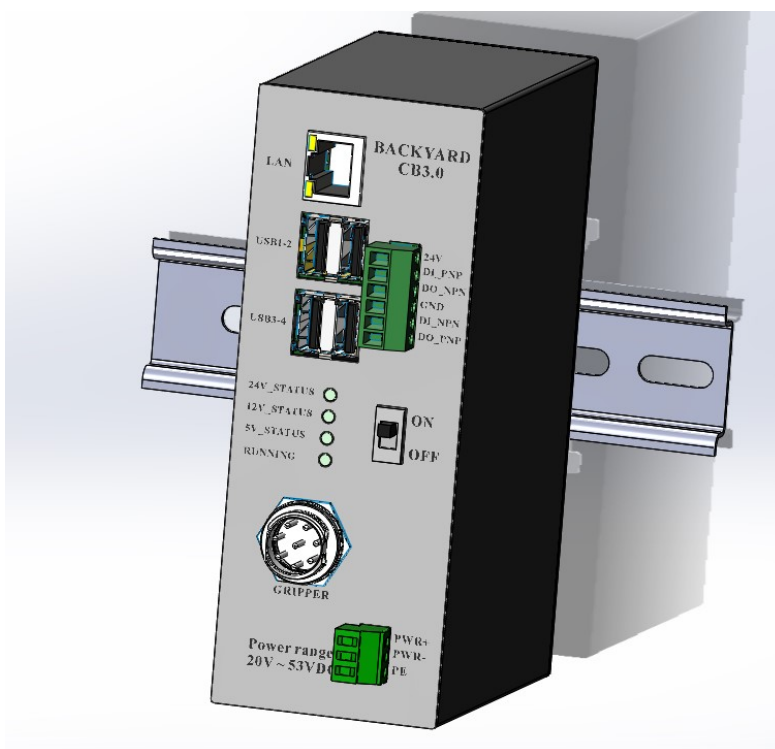

图 10 控制盒安装图
- 第一，连接夹持器的控制电缆。夹持器安装好以后，控制电缆可以沿机械臂本体，使用扎带或者专用电缆固定导槽固定。控制电缆的末端接入控制盒，如图 10 控制盒安装图左上方连接。
- 第二，电源连接。控制盒内本身内置了DC-DC的电源模块，供电需要把控制盒直流输入端子接入电源，电源电压允许范围24VDC~48VDC。如图 10 控制盒安装图右下方连接。
- 第三，以太网连接。机器人和控制盒直接通信基于以太网连接。使用标准RJ45接头的网线，连接控制盒和机器人控制柜。如图 10 控制盒安装图左下方连接。